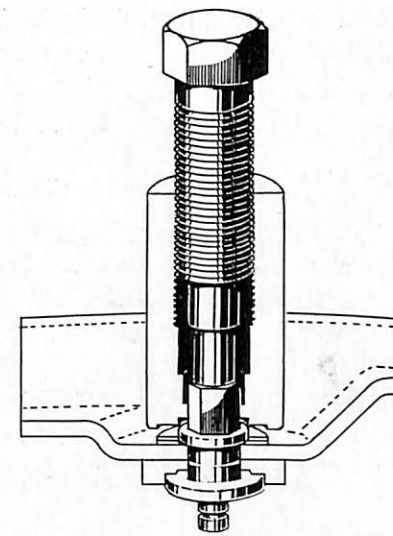

Bild 18. Demont. av verktyg.
4. Sätt i skruven och drag verktyget av bulten, se bild 18.